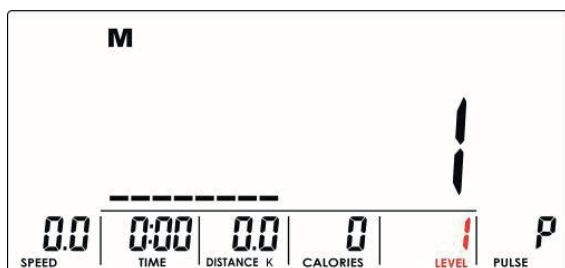

Abbildung 4
- Legen Sie den Widerstand mit dem Drehknopf fest und bestätigen Sie mit der Mode-Taste (Abb. 4).